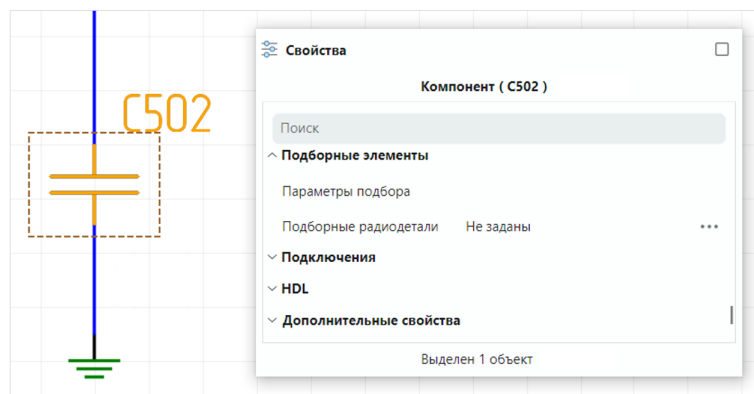

Рис. 90 Отображение раздела «Подборные элементы» в свойствах
Для радиодеталей, относящихся к семействам: конденсаторы (С), дроссели (L) и резисторы (R), доступна дополнительная категория свойств – «Подборные элементы», см. Рис. 90.